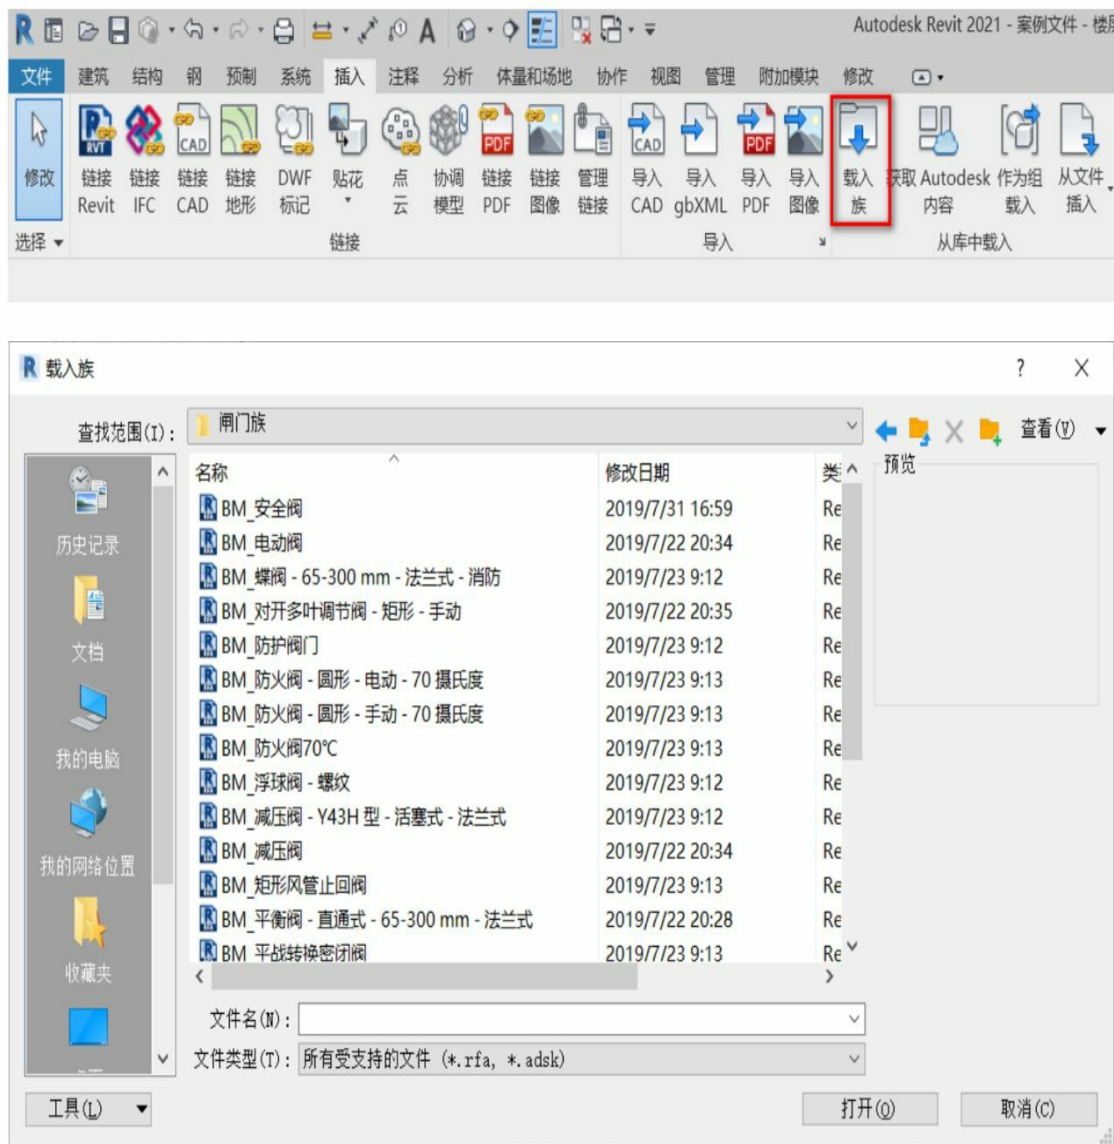

图7-1
- 新建或打开一个项目文件，单击功能区中的“插入”>“载入族”，弹出“载入族”对话框，如图 7-1 所示。可以单选和多选要载入的族，然后单击“打开”按钮，选择的族即被载入项目中。